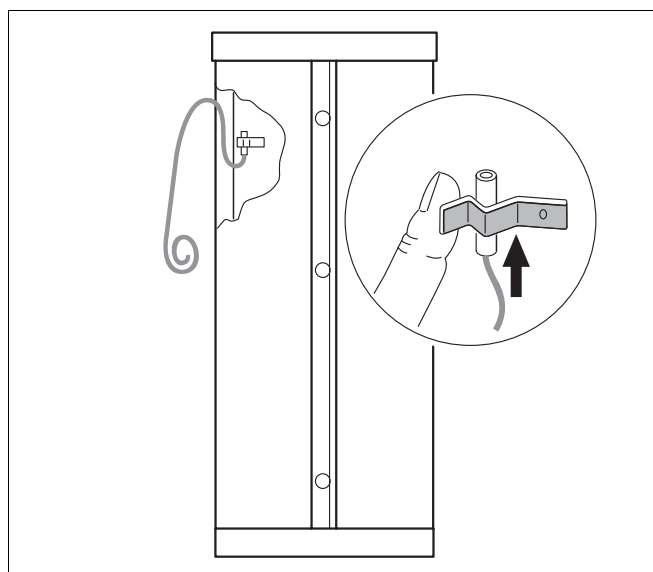

Fig. 10 Montage des sondes (schéma de principe)
- Placer la sonde dans le support du ressort de manière à ce que la totalité de la surface de contact de la sonde soit posée de façon parfaitement plane sur la surface extérieure (fig. 10).